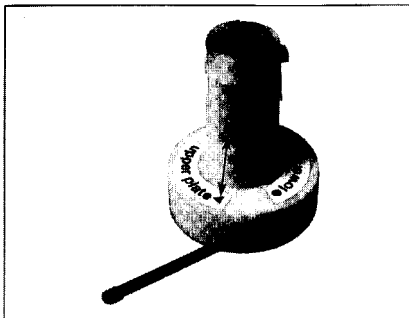

Fig. M8
- Posizionare ora l'attrezzo nella condizione di "UPPER PLATE" e inserire la ghiera nei tre perni dell'attrezzo (vedere la fig. M8).